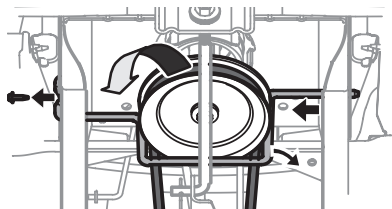

Figure 39
5. Retirez le boulon fixant la tige de retenue de la poulie du moteur au châssis. Voir Figure 39.